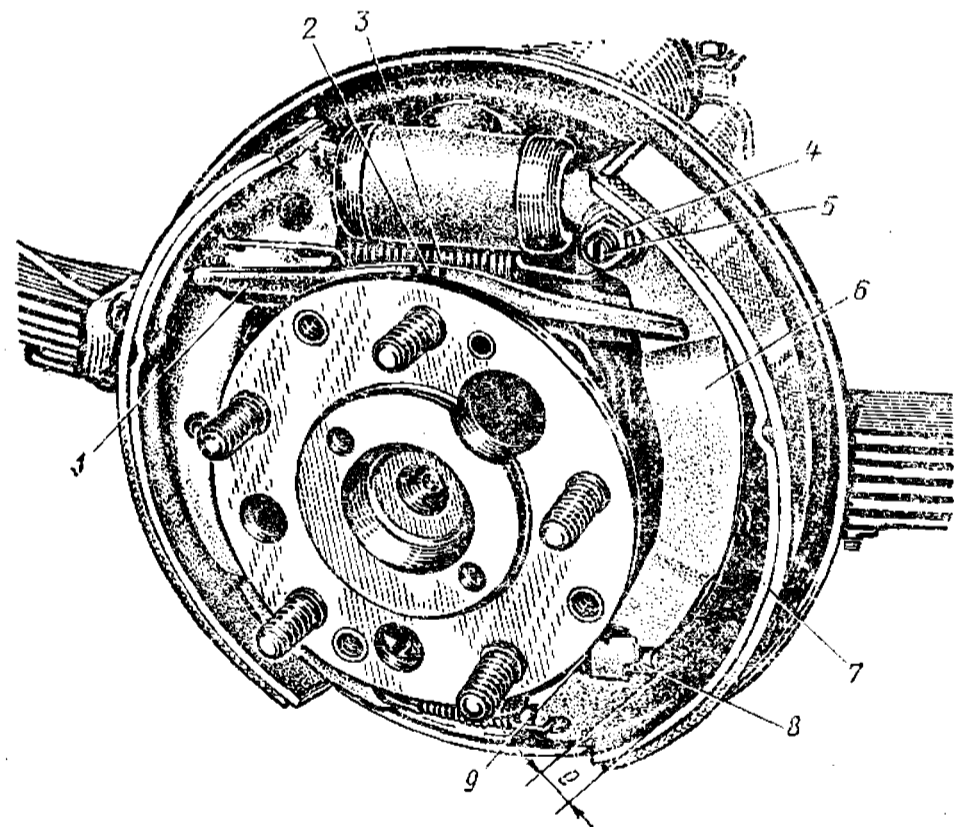

Рис. 77. Тормозной барабанный механизм заднего колеса:
Может оказаться, что после такой регулировки действие стояночной тормозной системы останется по-прежнему неэффективным. Это будет указывать на то, что износ фрикционных накладок колодок тормозов задних колес превысил допускаемую величину. В таком случае отрегулируйте положение разжимных рычагов 6 (см. рис. 77) на ребрах колодок тормозов задних колес.
3. Отверните на 2—3 оборота гайку 4 (см. рис. 77) регулировочного эксцентрикового винта 5 разжимного рычага 6. Затем, отжав отверткой пружину 9, вращайте винт 5 по часовой стрелке на левом тормозном механизме и против часовой стрелки на правом, перемещая рычаг 6 к ободу колодки 7. Рычаг передвигайте настолько, чтобы зазор  $e$  между бонкой 8 троса и ободом колодки 7 составил 4—6 мм.